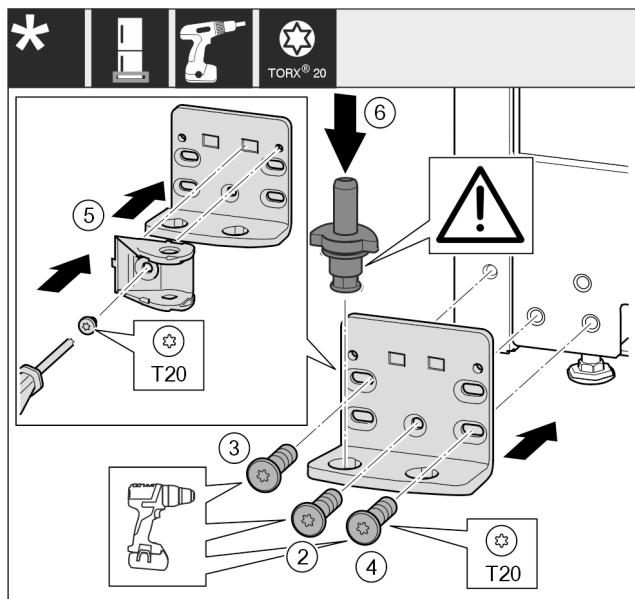

Fig. 21*
- Установите опорный кронштейн с другой стороны и прикрутите с помощью отвертки. Начинайте с винта Fig. 21 (2)снизу в центре.*
- Затяните винт Fig. 21 (3) и винт Fig. 21 (4).*